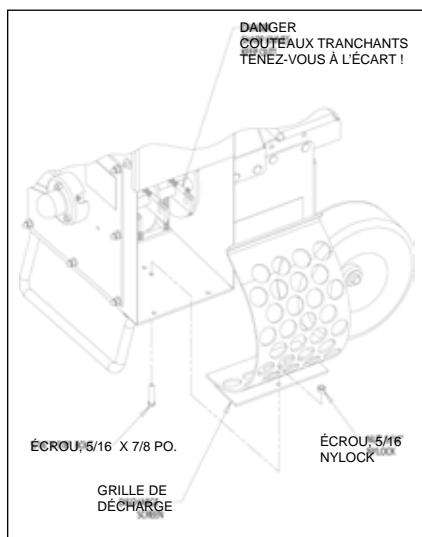

Figure 5.4 – Remplacement de l'écran de décharge
2. Enlevez l'écrou et le boulon de 5/16 x 7/8 po assujettissant l'écran de décharge au cadre (Figure 5.4).